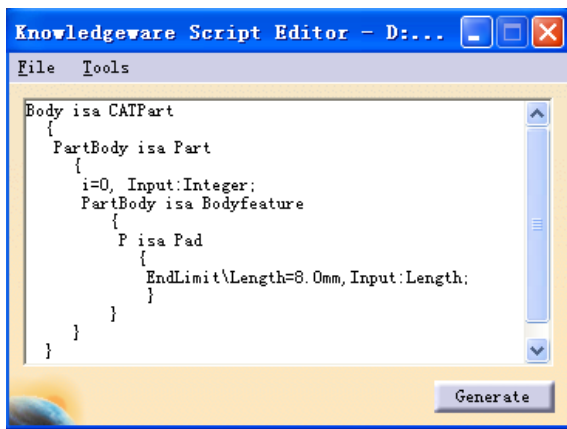

图 16-16
(1) Generative Script Editor 对话框中输入如下内容（见图 16-16）；